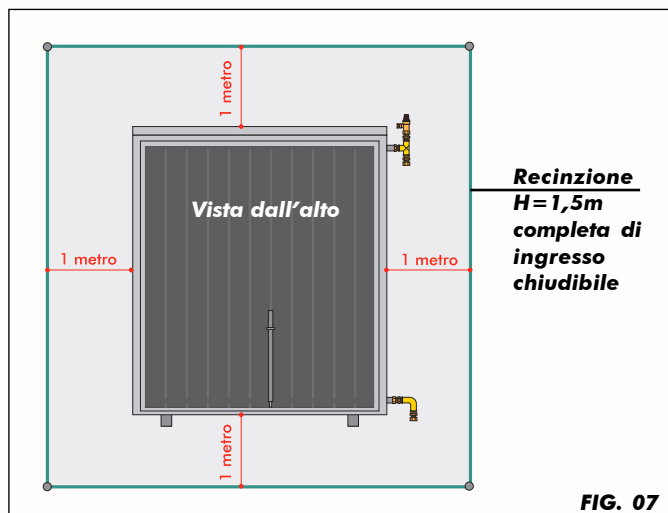

FIG. 07
- Delimitare la zona d'installazione con una recinzione chiusa (fig. 07).